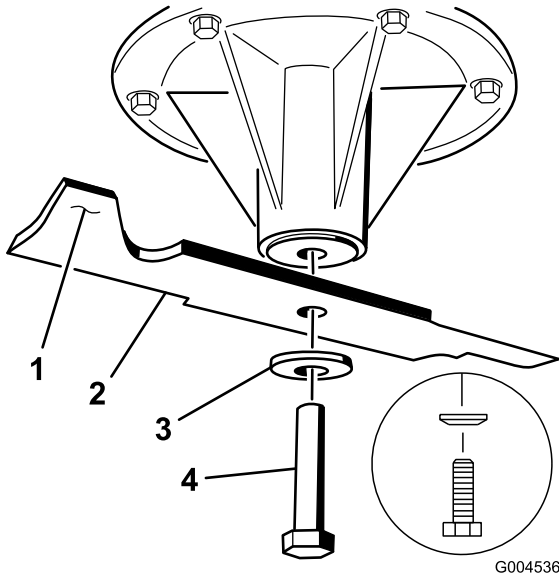

Figure 67
2. Enlevez de l'axe, le boulon, la rondelle bombée et la lame (Figure 67).